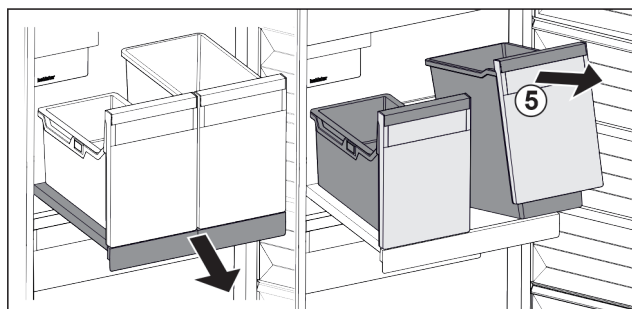

Fig. 28
- Nadvihnite nádobu Fig. 28 (5) vpredu.